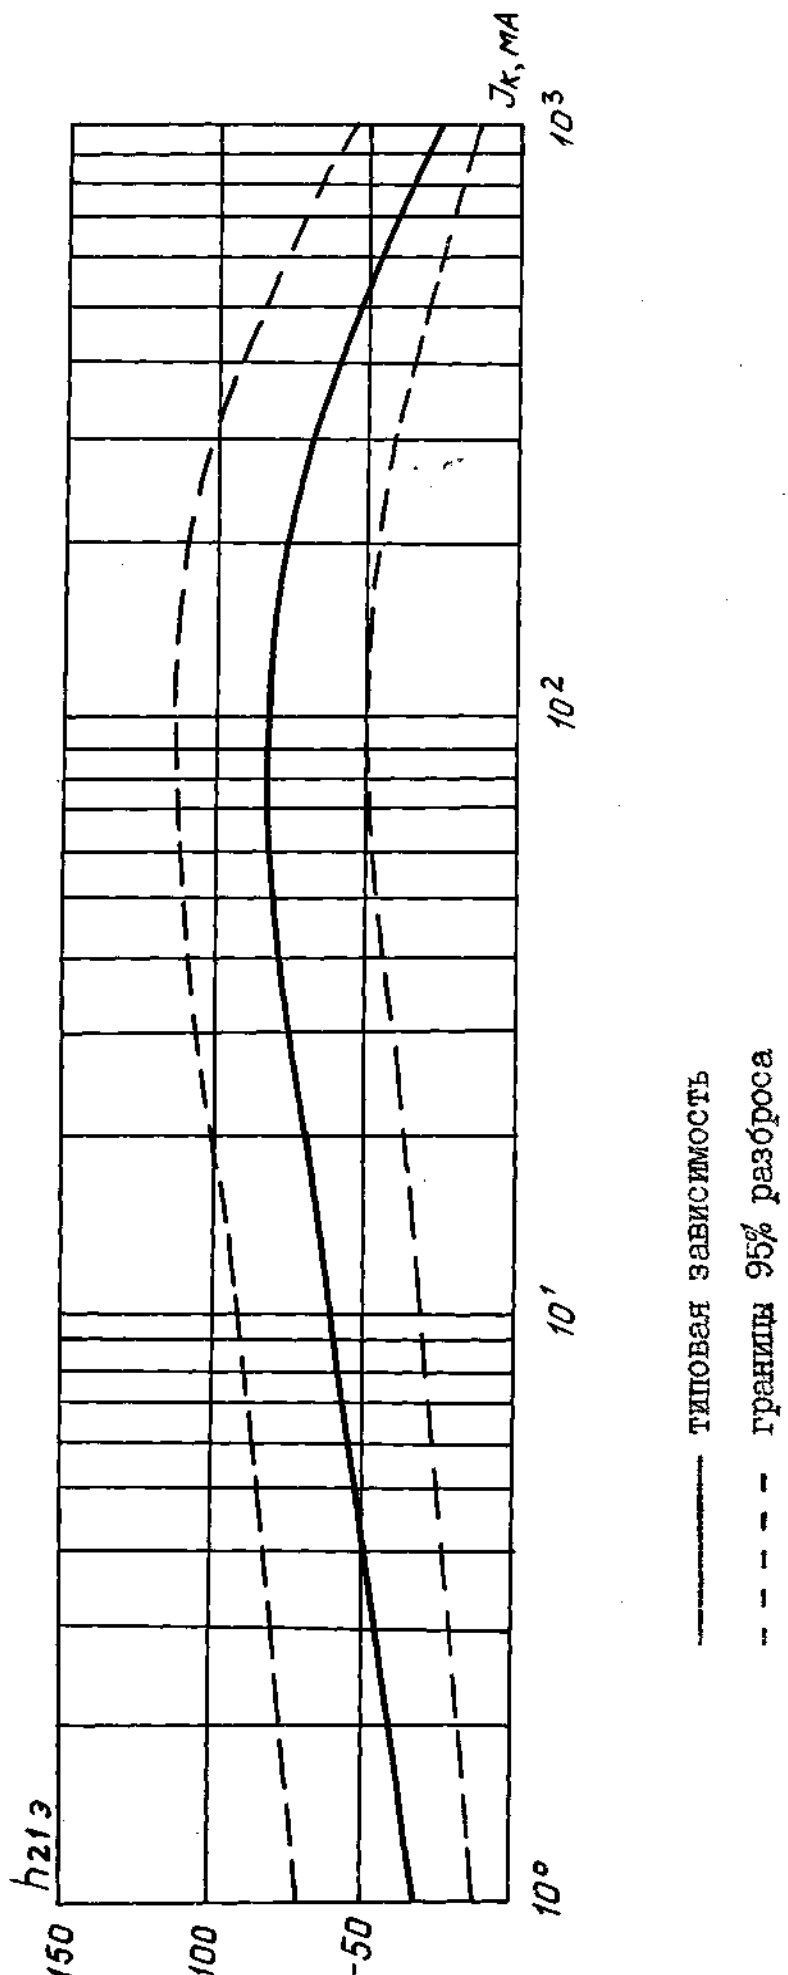

Рис. 5
6.3. Зависимости электрических параметров транзисторов от режимов и условий их эксплуатации приведены на рис. 5 - II приложения 2.